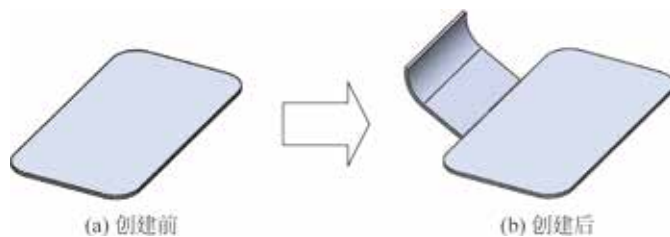
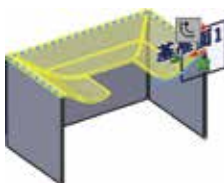

图 5.29 斜接法兰
图 5.33 多条边线
下面以创建如图 5.29 所示的钣金为例，介绍创建斜接法兰的一般操作过程。
-  文本框：用于显示斜接法兰的附着边。可以是单条边线，如图 5.29 (b) 所示，可以是多条边线，如图 5.33 所示。